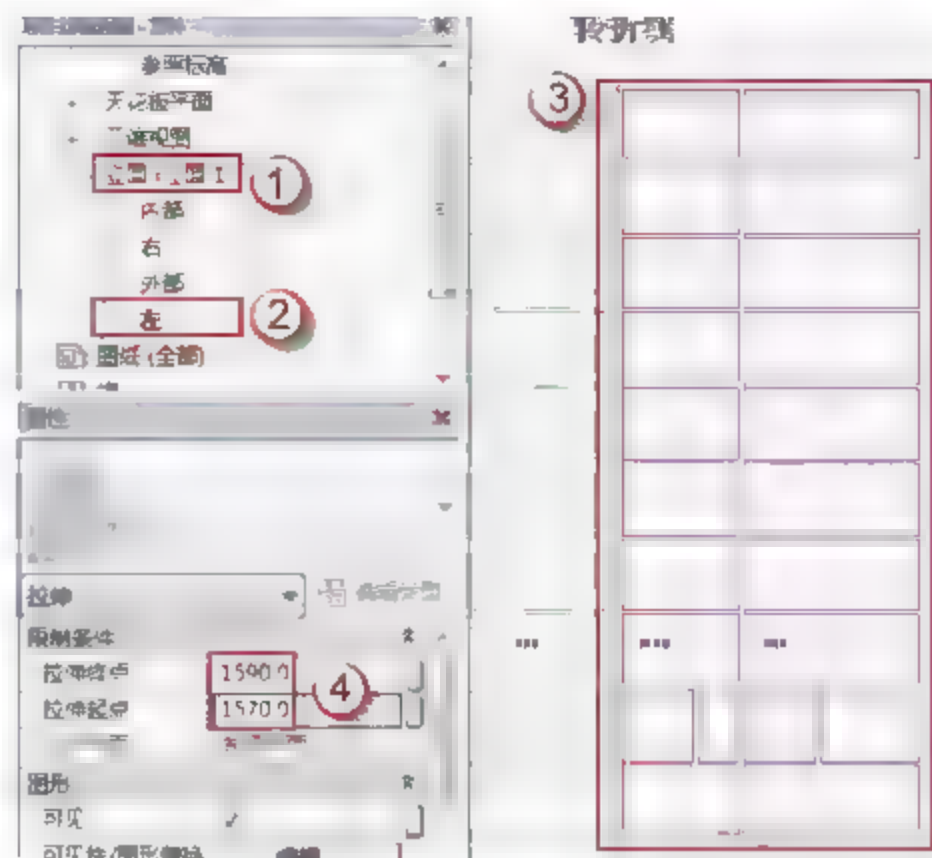

图 7.2.44 MQ7196 转角幕墙窗户玻璃的位置及厚度
(18) 绘制 MQ7196 幕墙窗户玻璃。选择“项目浏览器”中的“立面（立面 1）”→“左”选项，可以进入 MQ7196 的左立面视图，选择“创建”→“拉伸”命令，进入“修改 | 编辑拉伸”界面，用菜单中的绘制工具绘制 MQ7196 幕墙窗户玻璃，如图 7.2.44 所示。在“属性”面板中，在“拉伸终点”中输入“1590”字样，在“拉伸起点”中输入“1570”字样，完成后，单击√按钮完成绘制。